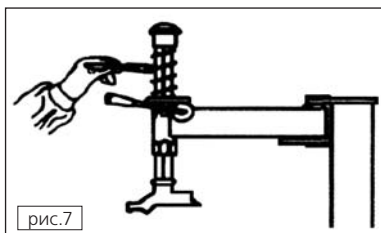

рис.7
- Держите вертикальный шестигранный шток в чистоте и периодически смазывайте его (**рис.7**).